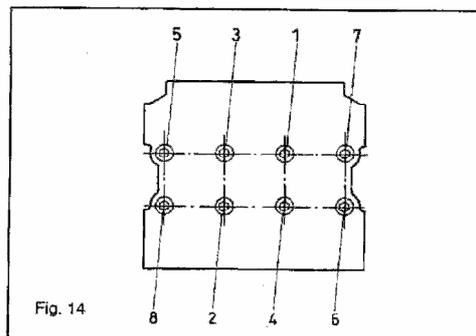

Fig. 14
- Setzen Sie den Pumpenkopf Nr.82 wieder auf und befestigen Sie ihn mit den Schrauben Nr.81 Die acht Schrauben müssen in einer festgelegten Reihenfolge (siehe Fig. 14 ) mit 353 Nm mittels Drehmomentenschlüssel angezogen werden.